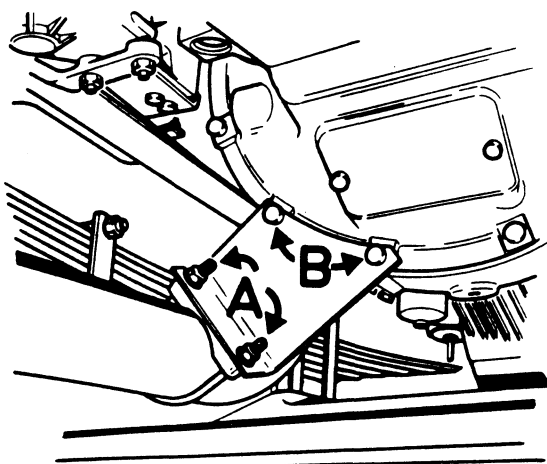

Fig. 9
- Verwijder in elk geval de bouten (B) waarmee de uitlaatsteun aan het koppelingshuis is bevestigd (Fig. 9), draai de moeren (A) waarmee de beugel aan de uitlaatsteun is bevestigd enkele slagen los en plaats de uitlaatsteun zo, dat de versnellingsbak achterwaarts kan worden getrokken.